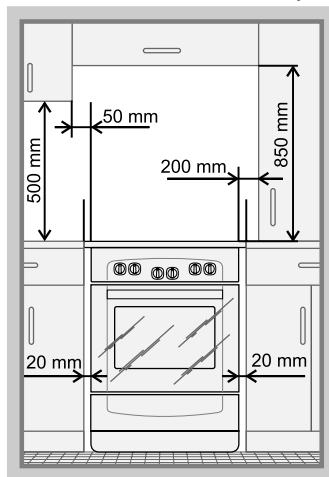

Рис. 7
- Минимальные расстояния, которые необходимо выдерживать при установке плиты, показаны на рис. 7. Задняя стенка варочной панели плиты должна отстоять от поверхности стены не менее чем на 50 мм.